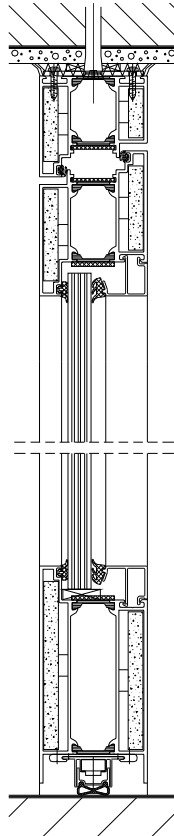

Rysunek 3 – Widok drzwi jednoskrzydłowych prawych.
- *Rysunek 3* – Widok drzwi jednoskrzydłowych.